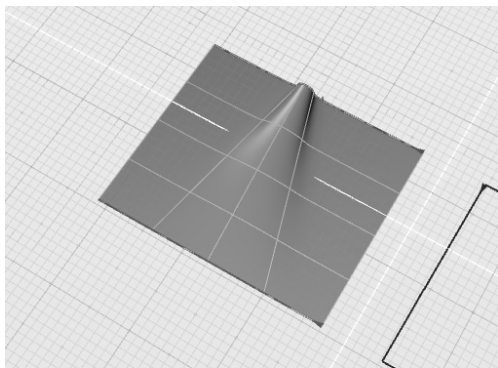

图 4-54 针对第1组曲线创建放样曲面
- 2) 激活“放样”工具，针对第1组中的两条曲线创建一个放样曲面，如图4-54所示。